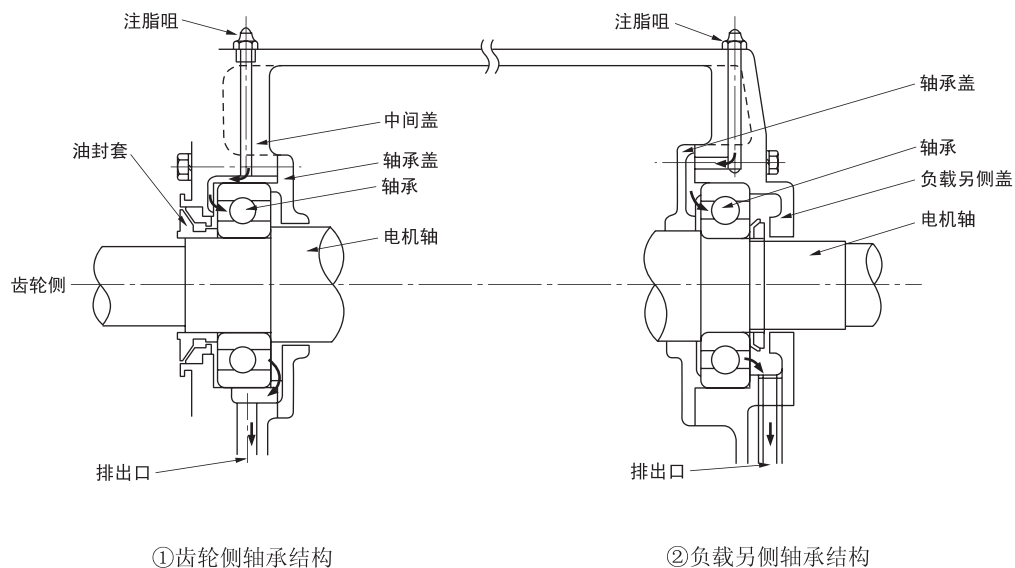

图20 敞开式轴承结构
## (3) 注脂, 排脂步骤(参阅图20以及P33的图40, 41的结构图)
- ①将排脂口塞取下, 排出旧的润滑脂。在运转中从注脂咀补充润滑脂。(如果在机器停止时补充, 润滑脂的更换不充分。)
- ②注入润滑脂后, 再运转10分钟后将排脂口塞装回原处。